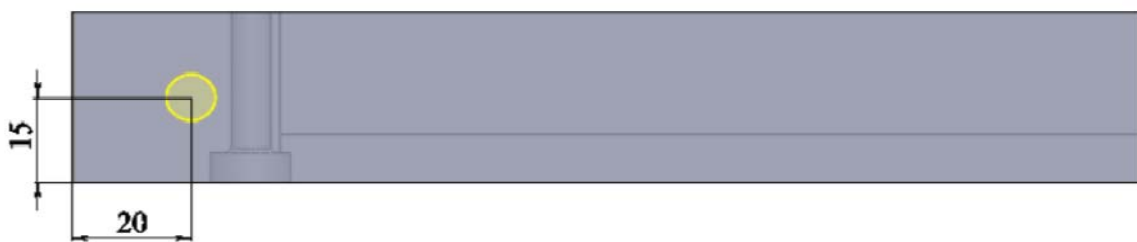

Рис. 2.36/ Расположение отверстия
2. На левой грани детали необходимо создать отверстие  $\varnothing 8,2$  мм и глубиной 20 мм. Расположение отверстия показано на рис. 2.36;